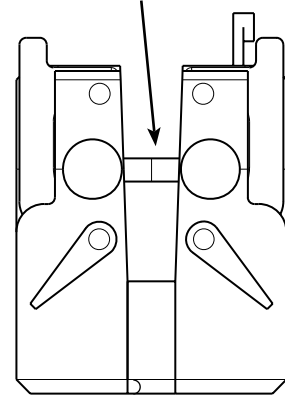

Abbildung 24 Ausrichten der Micro-Fit-Fittings
7. Richten Sie die beiden Micro-Fit-Fittings durch Justieren der lockeren Seitenpatte miteinander aus. Siehe Abbildung 24.